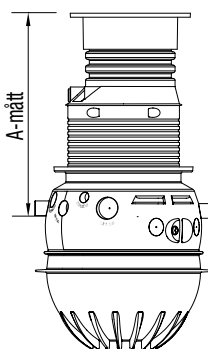

Fig. 2
- Afhængigt af den endelige indbygningsdybde leveres Oleopator /Oleopass P med skørt i følgende længde. 1200 eller 1800 mm (fig. 2).